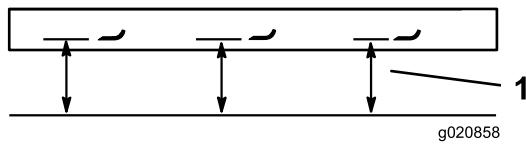

Figura 85
2. Mida la cuchilla izquierda en la posición **B** desde una superficie nivelada hasta el filo de corte de la punta de la cuchilla, y anote esta medida (Figura 85).
3. Mida la cuchilla derecha en la posición **D** desde una superficie nivelada hasta el filo de corte de la punta de la cuchilla, y anote esta medida (Figura 85).
Nota: La medida de la posición **B** no debe variar en más de 3 mm (1/8 pulgada) de la medida de la posición **D**. (Figura 85). Si la distancia no es correcta, continúe con los pasos siguientes.